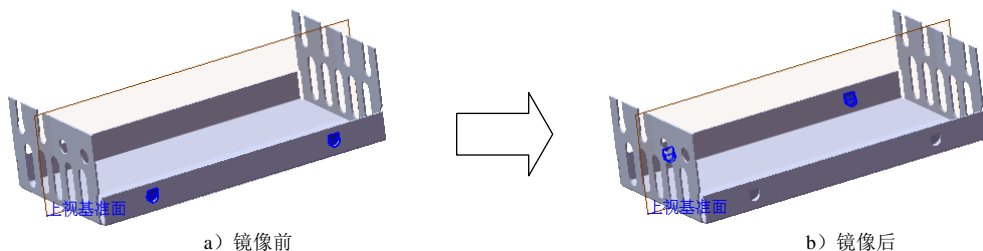

图 11.3.39 镜像 3
Step15. 创建图 11.3.39 所示的镜像 3。
- (1) 选择命令。选择下拉菜单 **插入(I)** → **阵列/镜向(E)** → **镜向(M)...** 命令。
- (2) 定义镜像基准面。选取上视基准面作为镜像基准面。
- (3) 定义镜像对象。选择成形特征 1 和镜像 2 作为镜像 3 的对象。
- (4) 单击  按钮，完成镜像 3 的创建。